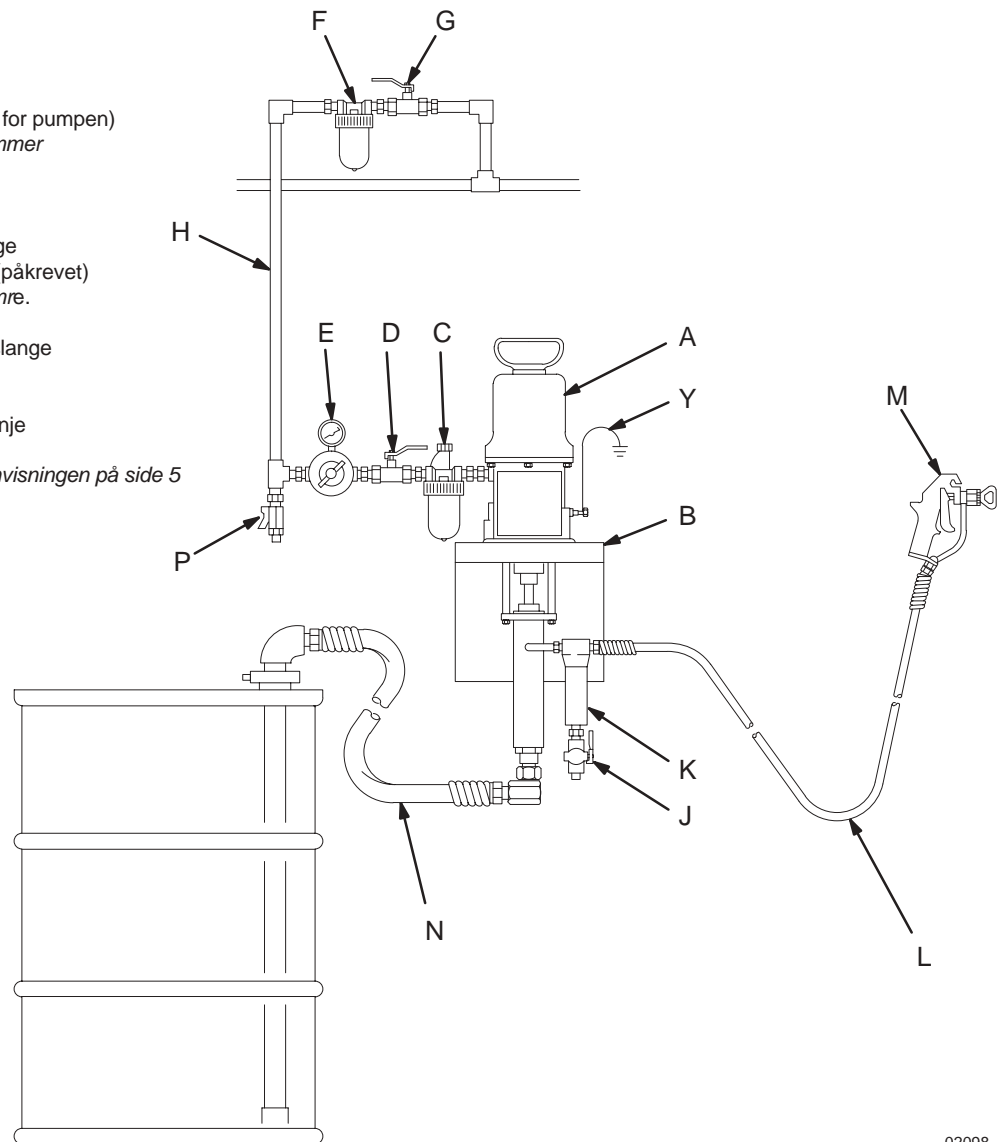

Fig. 2
- Fig. 2 er kun en veiledning for valg og installasjon av deler og tilbehør i systemet. Henvend deg til din Graco-forhandler for å få hjelp til å skreddersy et system som passer til ditt spesielle formål.
Monter følgende tilbehør i rekkefølgen som er vist i Fig. 2. Bruk adaptere der det er nødvendig:
Sprøyter væsken. Pistolen som er vist i Fig. 2 er en høytrykkspistol.
1. Sørg for at luftregulatoren (E) og sikkerhetsluftventilen (D) er stengt. Se Fig. 2 på side 6.
2. Koble en sugeslange (N) til pumpens væskeinntak, eller senk pumpen ned i en væskebeholder.
3. Hold en av pistolens metalldele (M) med god kontakt mot siden av et jordet metallspann og hold avtrekkeren åpen.
4. Åpne pumpens sikkerhetsluftventil (D).
5. Åpne luftregulatoren (E) sakte helt til pumpen starter (ca. 0,28 MPa; 2,8 bar).